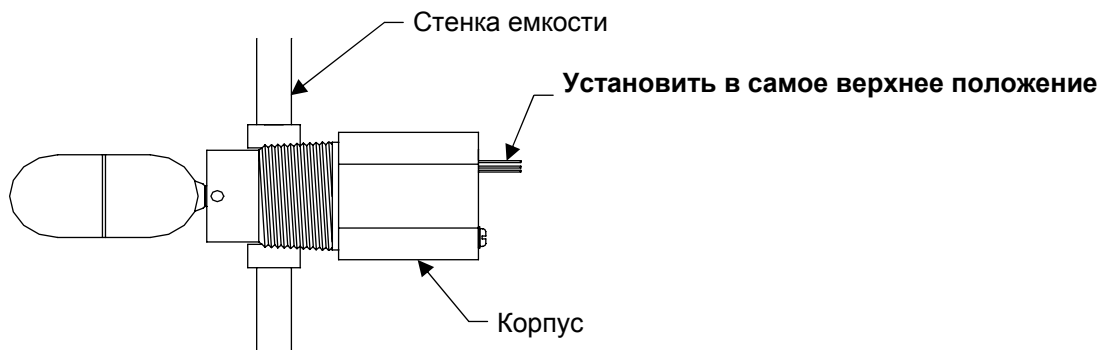
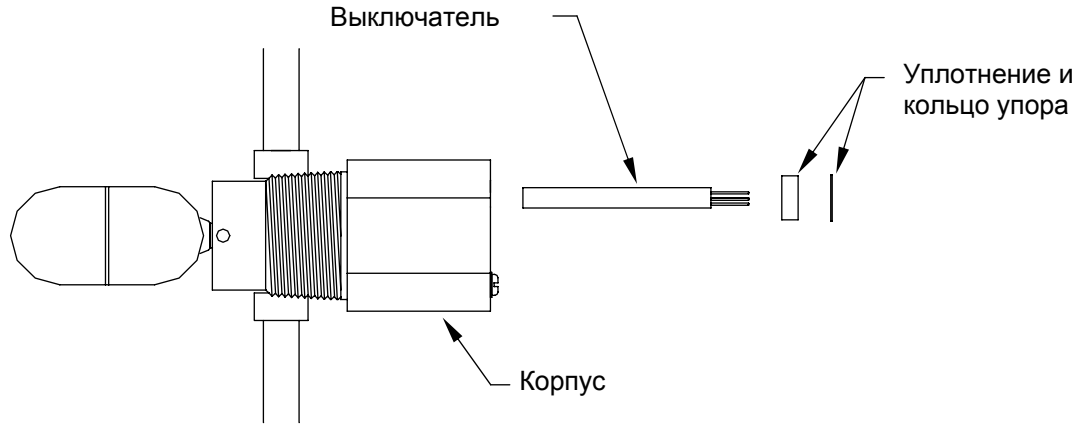

Рис. 1 – Установка сигнализатора MS-10 в требуемое положение
Рис. 2 – Установка выключателя сигнализатора MS-10
1. Проверьте сигнализатор на отсутствие повреждений при транспортировке. Установите сигнализатор на технологическом оборудовании в точке, в которой должно происходить его срабатывание. Рекомендуется использовать соответствующую смазку или резьбовой герметик. Закрепляя сигнализатор окончательно, установите его электрический ввод в самом верхнем положении, как показано на рис. 1. Для закрепления необходим двухдюймовый гаечный ключ. Электрическое подключение может быть выполнено либо до, либо после монтажа корпуса сигнализатора – см. рис. 2. Убедитесь, что корпус выключателя надёжно установлен в корпусе сигнализатора и закреплён крепко уплотняющей резиной и фиксирующим кольцом. При необходимости, фиксирующее кольцо может быть снято, чтобы дать возможность вынуть выключатель.